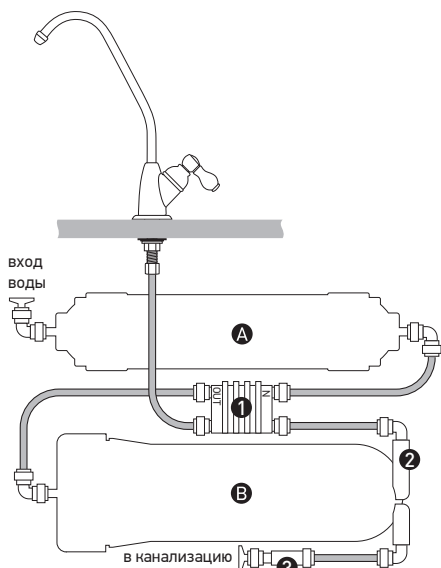

Рис. 2. Схема системы Osmos Stream Compact.
Исходная водопроводная вода сначала проходит через фильтрующий элемент (A) предварительной очистки из пресованного (спеченного) активированного угля из скорлупы кокосового ореха (Рис.2).
Перед установкой шлангов удалите три заглушки (если они еще не удалены): из входного фитинга предфильтра (А), из выходных фитингов 4-х входного клапана (1) и ограничителя потока (3) (см. Рис. 2). Процедура удаления заглушек и подключения/отключения шлангов к фитингам описана в разделе «Подключение шлангов и патрубков фильтрующего элемента к фитингам».
Первым отрезком соединяют тройник (1) с входным фитингом фильтрующего элемента (А) предварительной очистки K870 (см. Рис. 2, 4).
Вторым отрезком соединяют выходной фитинг 4-х входного клапана (1) с краном для чистой воды (см. Рис. 2 и 5).
Третьим отрезком соединяют выходной фитинг ограничителя потока (3) с дренажной муфтой (см. Рис. 2).